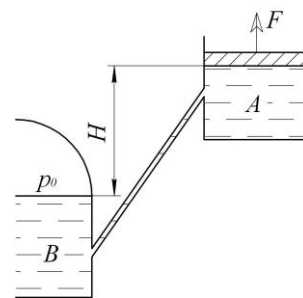

Рис. 3. К задаче 3
3. В цилиндре А (рис. 3) поршень движется вверх со скоростью v_n . При этом он поднимает воду из закрытого резервуара В, в котором манометрическое давление p_0 . Разница уровней под поршнем и в резервуаре В ΔH . Пренебрегая сопротивлениями в соединительной трубке, определить скорость v_n , если $\Delta H = 2$ м, $p_0 = 15$ кПа, $p_n = 90$ кПа.